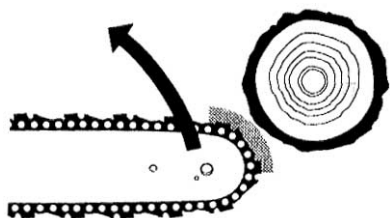

Рис.2
5.9. Остерегайтесь отскока пилы (резкий скачок пилы вверх и назад). Отскок происходит, если верхняя четверть конца шины непреднамеренно входит в соприкосновение с обрабатываемым материалом. При этом пила неконтролируемо, с высокой энергией отбрасывается в направлении оператора (см. рис. 2). Во избежание отскока пилы: